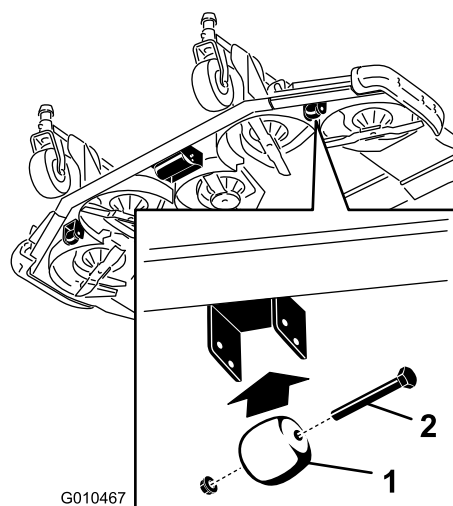

Figure 29
1. Retirez le boulon et l'écrou qui fixent l'axe de galet au support du plateau de coupe (Figure 29).
1. Enlevez le boulon et l'écrou qui fixent la roue de jauge aux supports du plateau de coupe (Figure 29).